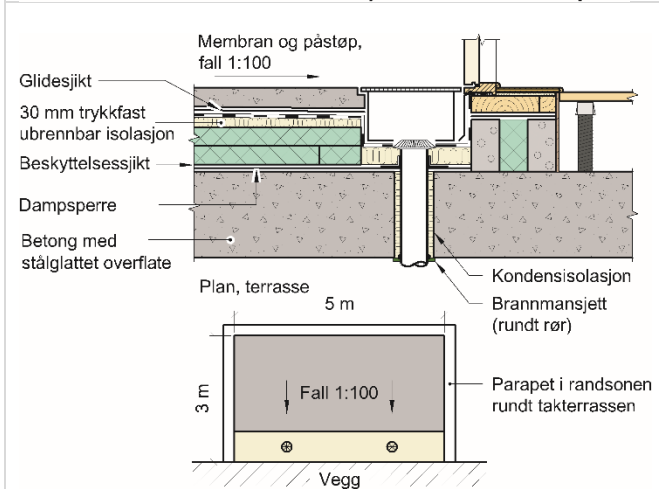

Fig. 4
7. Isola VIP Superisolasjon kan brukes mot og rundt gjennomføringer (også røykluker og overlyskupler) uten noen utskifting til ubrennbar isolasjon (A2-s1,d0). Se fig. 4 og 6.